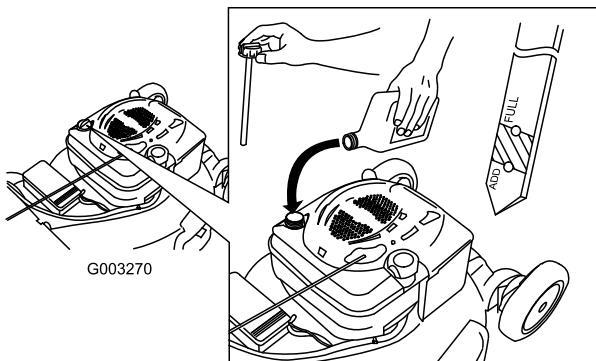

Figura 11
1. Retire la varilla, límpiela, y vuelva a colocarla (Figura 11).
2. Retire la varilla y compruebe el nivel de aceite (Figura 11). Si el nivel de aceite está por debajo de la marca Add de la varilla, vierta lentamente aceite en el tubo de llenado hasta que el nivel llegue a la marca Full de la varilla. **No llene demasiado.** (Capacidad máxima: 0,59 l, tipo: SAE 30W, aceite detergente con clasificación de servicio API SF, SG, SH, SJ, SL o superior.)